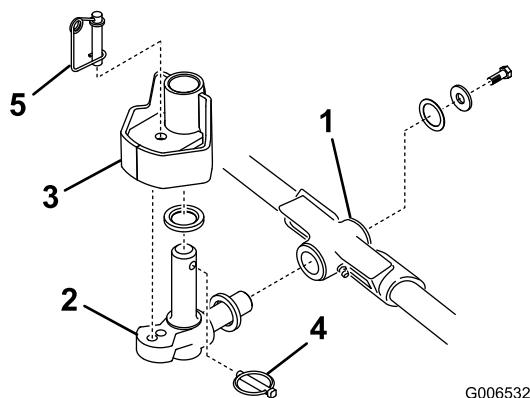

Bild 13
1. Setzen Sie eine Druckscheibe auf die horizontale Welle des Kreuzgelenks, wie in Bild 13 dargestellt.
2. Setzen Sie die horizontale Welle des Kreuzgelenks in das Befestigungsrohr des Trägerrahmens (Bild 13).
3. Befestigen Sie das Kreuzgelenk mit einer Druckscheibe, einer flachen Scheibe und einer Bundkopfschraube am Trägerrahmen (Bild 13).
4. Setzen Sie eine Druckscheibe auf die vertikale Welle des Kreuzgelenks (Bild 13).
5. Falls abgenommen, setzen Sie die vertikale Welle des Kreuzgelenks auf die Hubarmdrehnabe (Bild 13).
7. Setzen Sie den Klapstecker in das Kreuzloch an der Kreuzgelenkwelle (Bild 13).
Hinweis: Wenn Sie eine fixierte Schneideinheitstellung wünschen, setzen Sie den Lenksperrstift auf das Befestigungsloch des Kreuzgelenks (Bild 13).
13. Haken Sie den Federdraht unten um den Lenksperrstift (Bild 13).